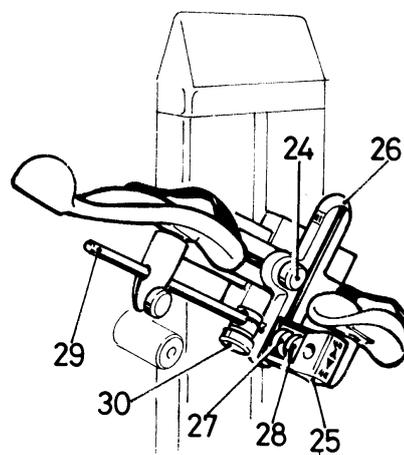

Fig. 6
- il paziente può eseguire il movimento con l'arto in posizione distesa o piegata; allentare il pomello (30), regolare i due segmenti dell'accessorio nella posizione voluta e stringere il pomello (30) (fig.6)